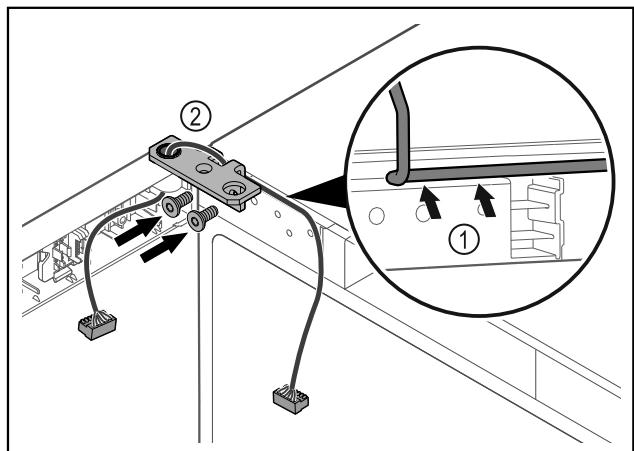

Fig. 45
- Guíe el cable a través del hueco del soporte de la bisagra y colóquelo con cuidado Fig. 45 (1).
- Atornille el soporte de la bisagra Fig. 45 (2).